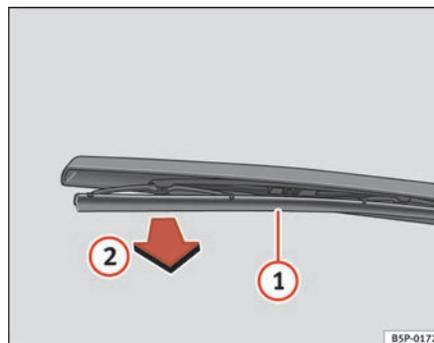

Fig. 149 Sostituzione della spazzola del tergilunotto
- Sollevare la racchetta del tergilunotto dal lunotto ⇒ fig. 149
- Sbloccare la spazzola ① e tirare ② ⇒ fig. 149. ▶